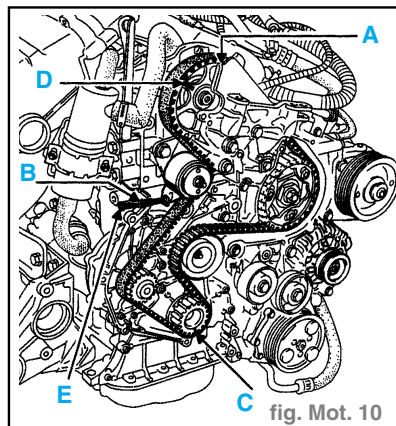

fig. Mot. 10
- Tourner le moteur afin d'amener le repère du pignon de vilebrequin (C) en bas, celui de l'arbre à cames (D) se situe légèrement sur la gauche (46°) (le repère intérieur (A) du pignon d'arbre à cames en face du point fixe du cache-culbuteurs). (fig. Mot. 10)
- Desserrer l'écrou du tendeur, puis ramener progressivement le galet à l'aide de la vis de tension du galet tendeur, vers la position minimale de tension (G) (repère aligné au centre du cadran (H)).
- Serrer l'écrou (B) de la vis de tension du galet tendeur tout en maintenant la vis (E). (fig. Mot. 10)
- approcher le moteur au point mort du cylindre n°1 à l'aide de la fenêtre sur le cache culbuteur et du repère sur la poulie d'arbre à came (voir flèche A), (fig. Mot. 10)